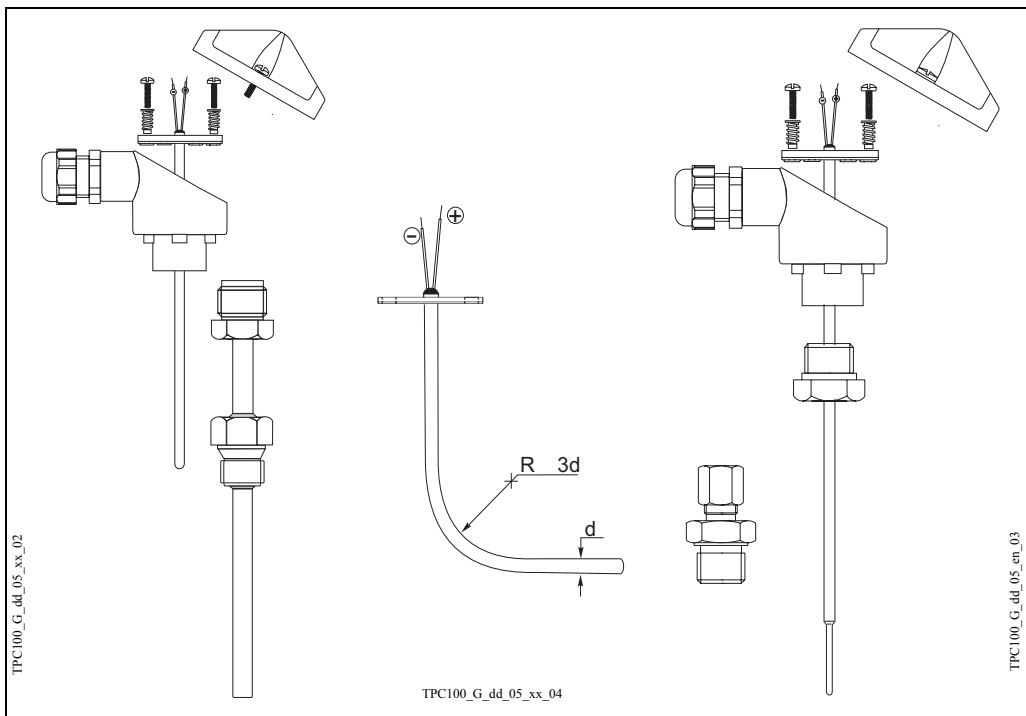

Рисунок 2 Основные способы установки; в комплекте с термокарманом (справа); возможный изгиб стержня вставки (по центру); прямое измерение (слева).
Обычно TPC 100 используется для измерения температуры тогда, когда необходимо использовать термопару в качестве сенсора. Процедура монтажа очень проста: достаточно установить TPC 100 в корпус и закрутить соответствующие пружинные винты для того, чтобы прикрепить площадку вставки к подложке корпуса (см. рисунок 2).
TPC 100 может непосредственно использоваться для измерения температуры без защитного термокармана. В таком решении монтажное соединение (обычно регулируемое, как, например, зажимной фиттинг) закрепит вставку на трубе или емкости на необходимую глубину погружения зонда (см. рисунок 2).
Благодаря конструкции с минерально-изолированным кабелем, вставка может быть легко загнута на радиус (R) до величины трех диаметров стержня (d) (см. рисунок 2).